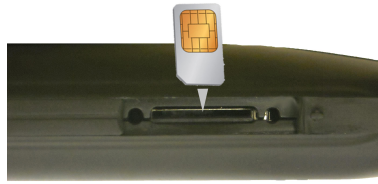

FIGURE 4.44 – C20P22
2. Quand le LIVE SD est éteint, insérez la carte SIM en dirigeant les contacts de la carte vers le bas (voir Figure 4.44).